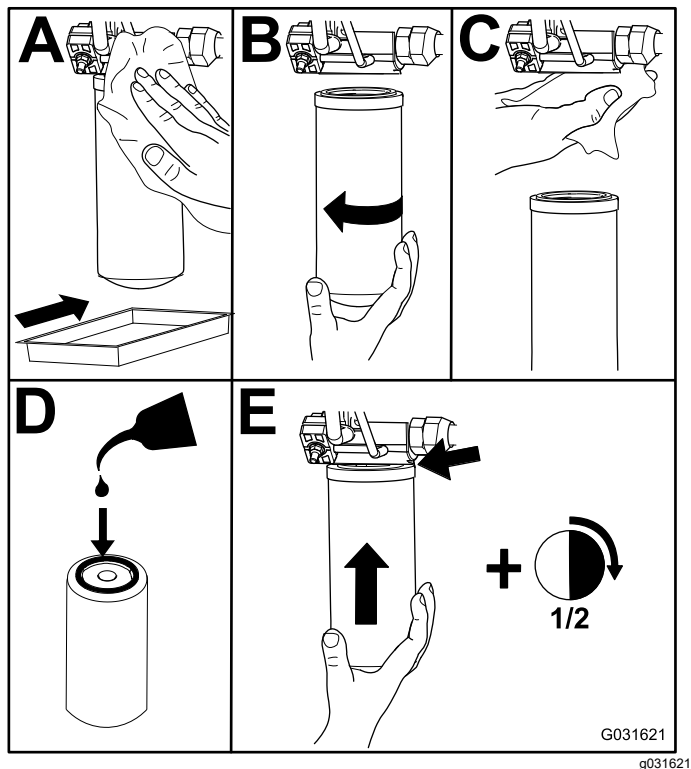

Рисунок 79
2. Замените гидравлический фильтр линии подачи в отделении гидромеханизма подъема, как показано на Рисунок 79.
4. Замените фильтр линии возврата с правой стороны машины (Рисунок 79).